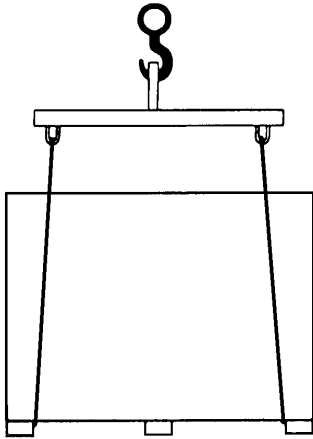

Fig. 10
- Le operazioni di sollevamento debbono essere eseguite come da **Fig.10**;
- Lift the machine as shown in **Fig. 10**;
- Die Vorrichtung gemäß **Abb. 10** heben.
- Les opérations de levage doivent être effectués comme indiqué **Fig.10**;
- Las operaciones de elevación deben ser efectuadas como ilustra la **Fig. 10**.